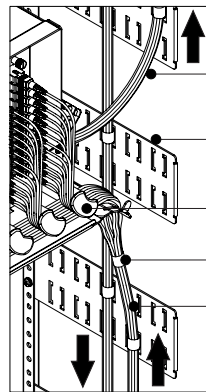

Figura 11B
4. Fije los cordones unidos en el primer soporte guía de cable lateral (ítem) situado justo abajo del Sub-Rack utilizando el Velcro doble cara (ver figura 11B).